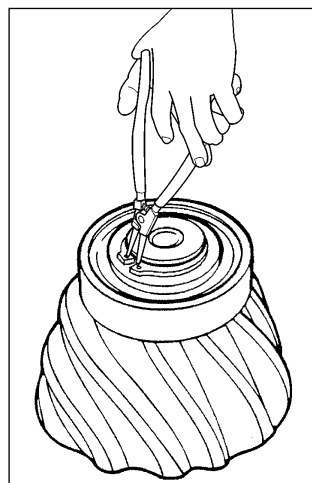

Fig. 36
3. Instalar el anillo elástico (*) en la ranura del piñón cónico ayudándose con una pinza. (Fig. 36)